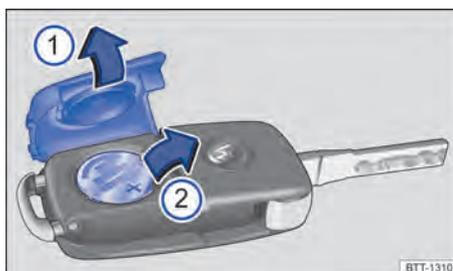

Fig. 46 Chave do veículo: substituir a pilha-botão.
2. Remover a cobertura → Fig. 46 ① alavancando-a.
3. Elevar a pilha-botão do compartimento da pilha → Fig. 46 ②.